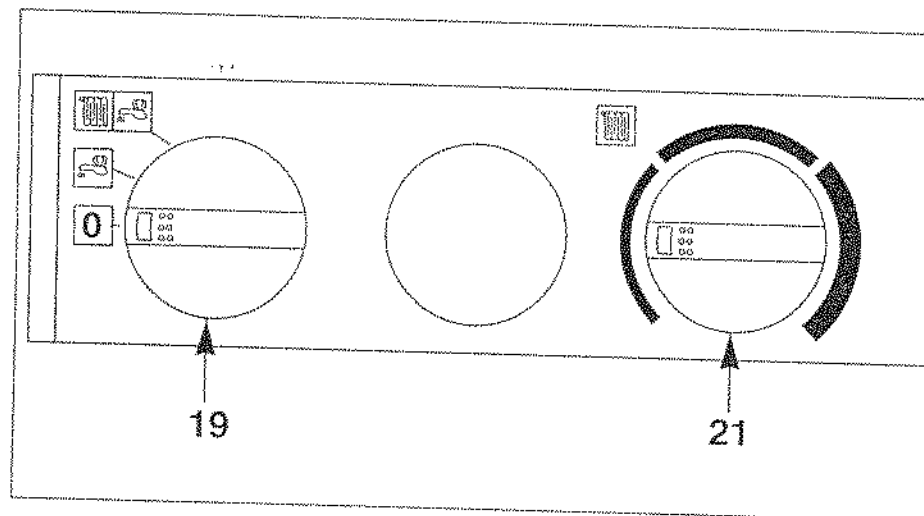

Fig. 23
- Placez le commutateur "19" (fig. 23) en position « IIII  » voyant vert "23" allumé ; le voyant orange "24" (fig. 24) s'allume chaque fois que le brûleur entre en fonction.
Le bouton de réglage du chauffage "21" « IIII » (fig. 23) donne la possibilité d'ajuster la température de l'eau du circuit de chauffage en fonction des besoins saisonniers.
*Ne pas oublier de le rouvrir en début de saison de chauffage, lorsque l'on replace le commutateur "19" (fig. 23) en position « IIII  ».*